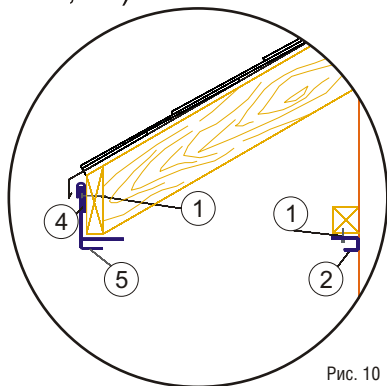

Рис. 10
3. В финишные планки ④ вставьте F-планки или J-рейки ⑤ (рис. 10, 11).